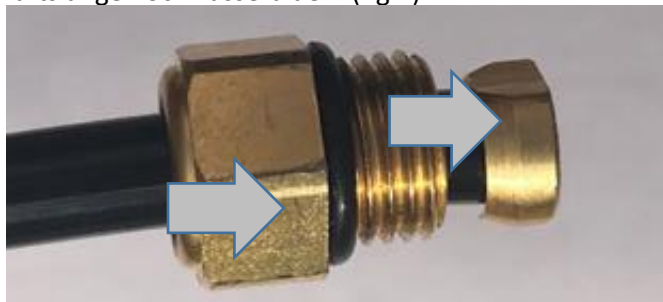

fig.7
10. Tag bort flänsen och kopplingsmuttern från luftslangen och kassera dem (fig.7)